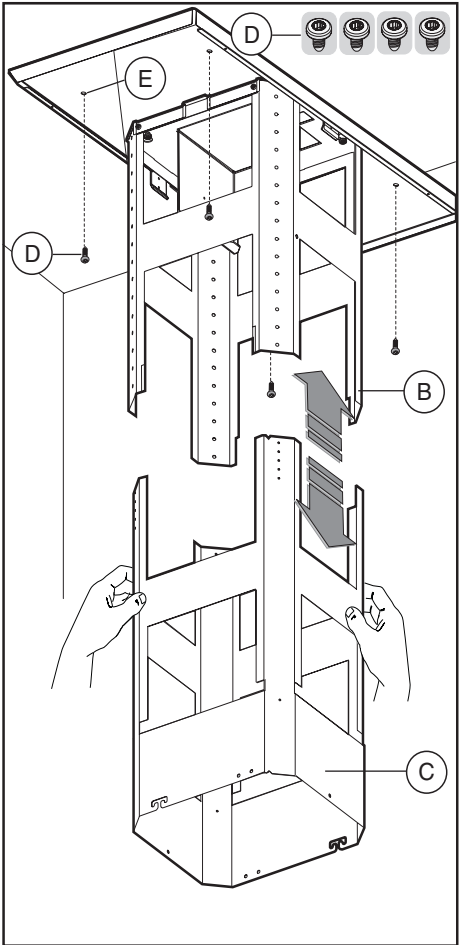

Fig.7
Vi consigliamo di fissare la staffa fissaggio camino **C** con altre 4 viti **D** negli appositi fori di sicurezza (Fig.7).
- Prendere la parte inferiore della struttura telescopica **C** ed inserirla su quella superiore **B** (fig.7).